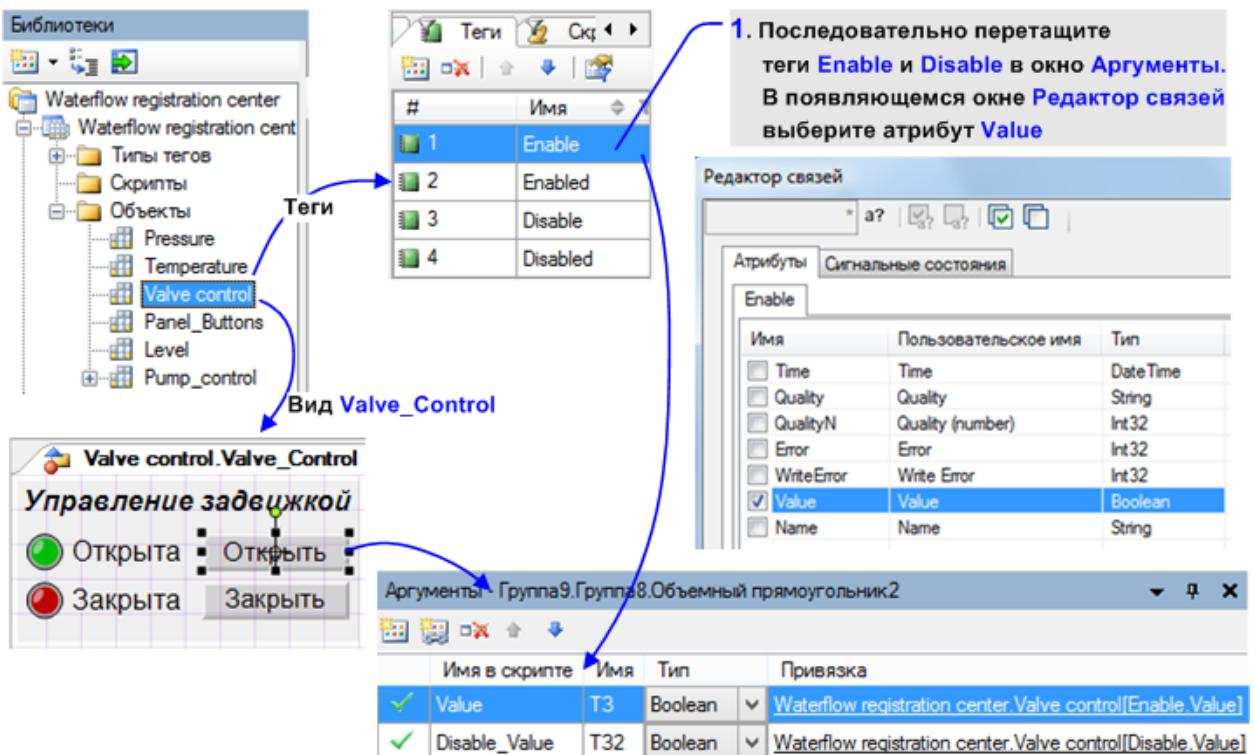

Рисунок 2.7 – Создание аргументов графического примитива **Объемный прямоугольник**
Вид **Valve_control** (рисунок 2.7) используется для управления задвижкой с помощью кнопок **Открыть** и **Закрыть**. Кнопки реализованы как графические примитивы **Объемный прямоугольник** с настроенной анимацией (изменением вида в зависимости от значения указанного атрибута) и реакцией на нажатие левой кнопки мыши. И реакции и анимации используют **аргументы** графических примитивов.
- 1 Для создания аргумента перетащить в окно **Аргументы** графического примитива необходимые атрибуты тега (рисунок 2.7, комментарий 1)